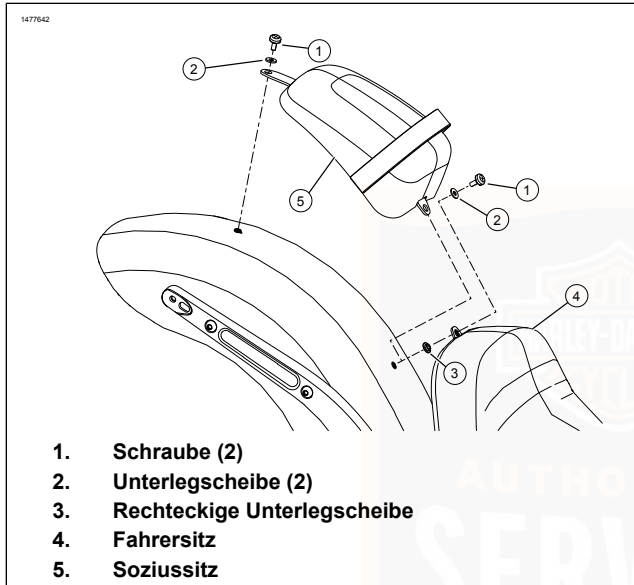

Abbildung 88. Zweiteilige Doppelsitzbank (Zwei Befestigungsteile)
- a. Die Schraube (1) und die Unterlegscheibe (9) entfernen.
- b. Den Soziussitz (3) durch Ziehen nach hinten entfernen.
- c. Die Befestigungsmuttern (2) entfernen.
- d. Die Rückseite des Sitzes (6) von den Befestigungsstangen abheben und die Sitzzunge aus der Halterung herauschieben.
- e. Den Halteriemen (4) bei Bedarf entfernen.
- a. Die Schraube (1) und die Unterlegscheibe (9) oder Montagemuttern (2) entfernen.
- a. Abbildung 88
- b. Die vordere Schraube (1) und die Unterlegscheibe (2) entfernen.
- c. Die Rückseite des Fahrersitzes (4) abheben und die Sitzzunge aus der Halterung herauschieben.
- d. Die rechteckige Unterlegscheibe (3) entfernen.
- e. Die hintere Schraube (1) und die Unterlegscheibe (2) entfernen.
- f. Den Soziussitz (5) entfernen.
- b. Siehe Abbildung 88 . Die hintere Befestigungshalterung des Fahrersitzes (4) über der vorderen Befestigungshalterung des Soziussitzes (5) platzieren.
- c. Die rechteckige Unterlegscheibe (3) mit dem kleineren Durchmesser nach oben zwischen den beiden Halterungen platzieren.